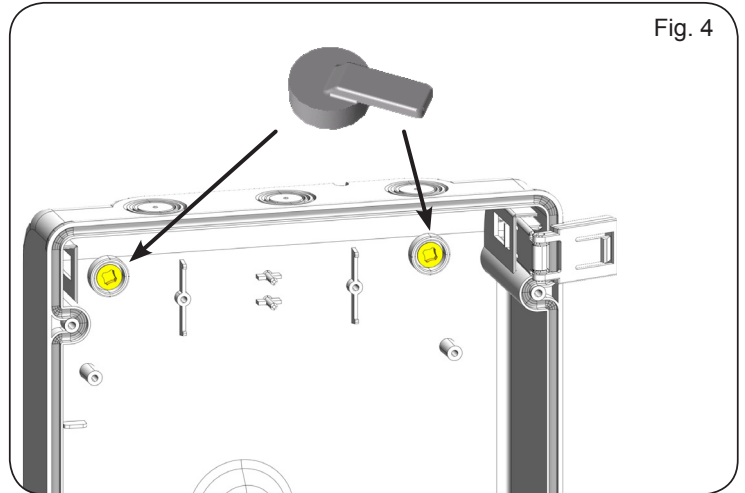

Fig. 4
Dek, zodra de kast op de gekozen plaats is bevestigd, de bevestigingsgaten (ref. ① Fig. 2) en de gebruikte schroeven af met de bijgeleverde doppen zoals in Fig. 4